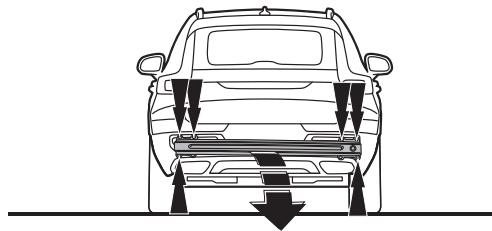

Fig. 1
- Снять бампер вместе со стальным буферным бруском автомобиля. Буферный брус больше не понадобится. Поставить болты на место. См. рисунок 1.